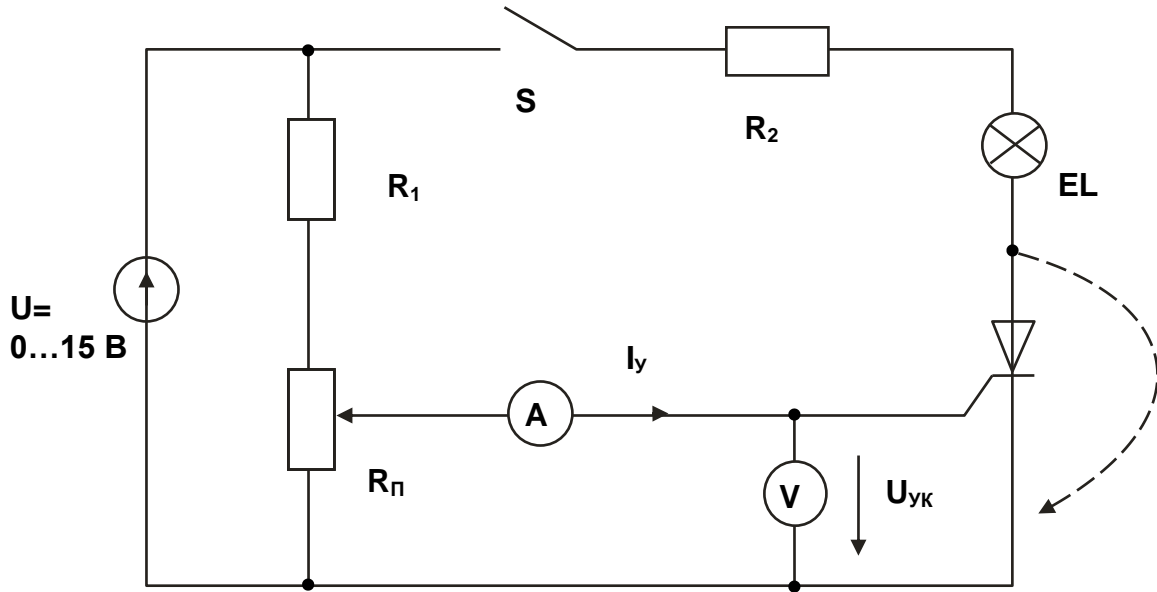

Рис. 6.2.2
- Соберите цепь, как показано на рис. 6.2.2, и подайте на нее максимальное напряжение 15 В, при напряжении управляющий электрод/катод $U_{ук} = 0$ В. Увеличивайте напряжение $U_{ук}$ и измеряйте соответствующие значения тока управления I_u мультиметром. Занесите данные измерений в таблицу 6.2.1. Заметьте и запишите при каком напряжении $U_{ук}$ отпирается тиристор (загорается лампочка).
Вопрос 2: Что случится с отпертым тиристором при размыкании выключателя в цепи (рис. 6.2.2), если $U_{УК} > U_{отп}$? Если $U_{ЭК} < U_{отп}$?
Вопрос 3: Как поведет себя тиристор, если к цепи (рис. 6.2.2) вместо постоянного напряжения приложить синусоидальное напряжение при $U_{УК} > U_{отп}$? при $U_{УК} < U_{отп}$?
Вопрос 4: Что произойдет с отпертым тиристором при его кратковременном шунтировании перемычкой в цепи (рис. 6.2.2), если $U_{УК} > U_{отп}$? Если $U_{УК} < U_{отп}$?